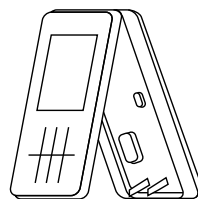

Рис. 14.
4. После соединения соединительных проводов с корпусом проводного контроллера, как показано на рис. 14, установите основную часть в соответствующей последовательности: